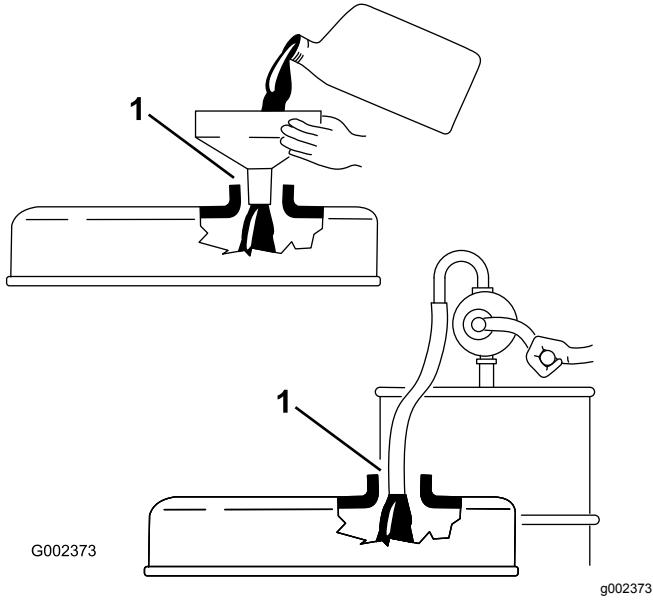

Bild 24
**Wichtig:** Der Ölpeilstab muss entfernt werden, während Sie Öl in den Motor einfüllen. Beim Auffüllen von Motoröl oder Einfüllen von Öl muss ein Abstand zwischen dem Oleinfüllgerät und dem Oleinfüllstutzen in der Ventilöffnung bestehen, siehe **Bild 24**. Dieser Abstand ist für die Belüftung beim Einfüllen erforderlich, und verhindert, dass Öl in den Entlüfter überläuft.